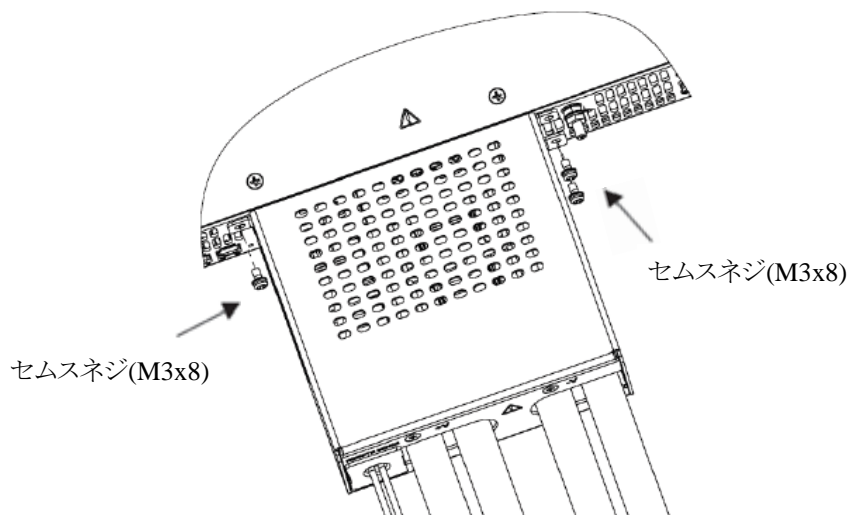

図4-58 出力端子カバーのリアパネルへの取り付け方法
4. 図4-58に示すようにセムスネジ(M3x8、製品に添付されています)を使用して、電源のリアパネルに出力端子カバーを取り付けます。